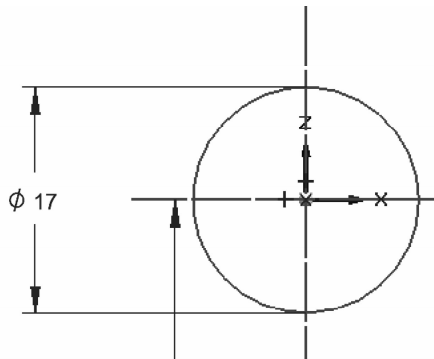

图 6-137 标注尺寸
(3) 单击【主页】选项卡【尺寸】区域下的  【智能尺寸】按钮，标注刚才放置圆的尺寸，如图 6-137 所示。